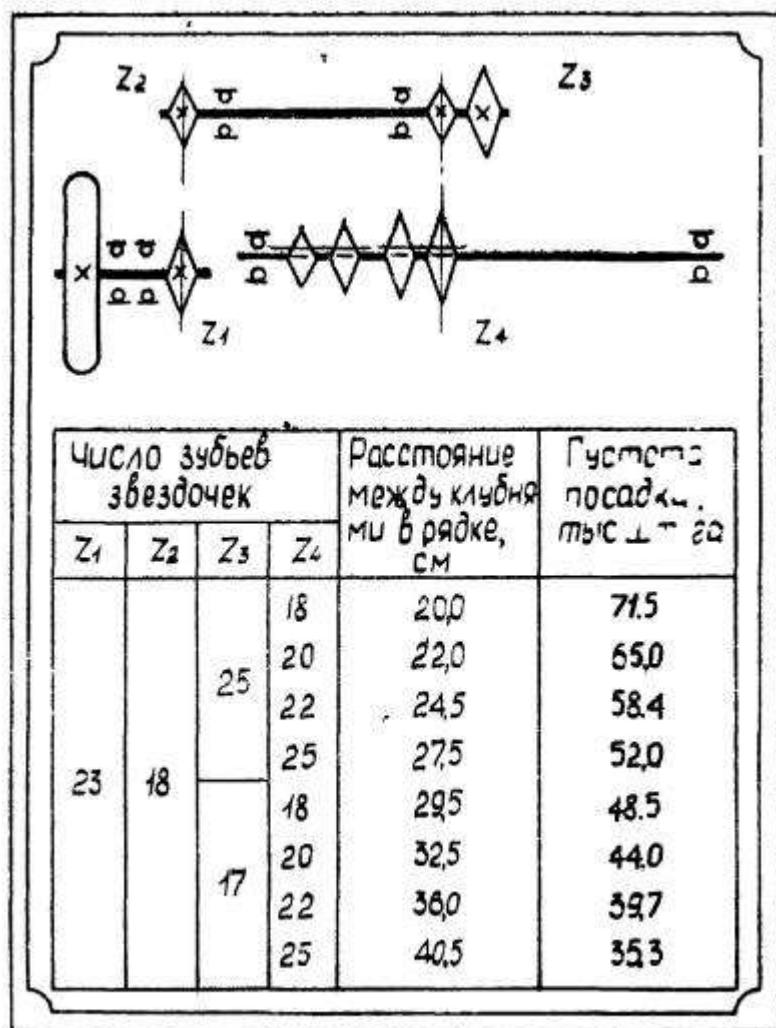

Рис.2. Таблица раскладки клубней
7.4.2.Для установки нормы высадки клубней пользуйтесь таблицей нормы высадки (рис.2).